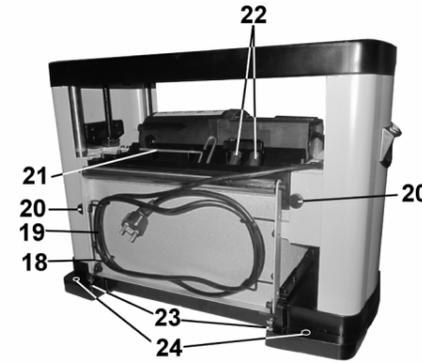

Рис. 3
Рейсмус необходимо устанавливать на прочной, ровной горизонтальной поверхности верстака с учётом веса рейсмуса с обрабатываемой заготовкой. При выборе места для установки рейсмуса убедитесь, что помещение достаточно освещено, что оператор не будет работать в собственной тени, и с каждой стороны рейсмуса достаточно места для работы с заготовками планируемого размера. Для повышенной устойчивости рейсмуса необходимо прикрепить его к верстаку болтовыми соединениями через монтажные отверстия (24), рис.3.
12.6. Демонтаж и монтаж ножей на строгальном валу, Рис. 3÷5; 13÷14.